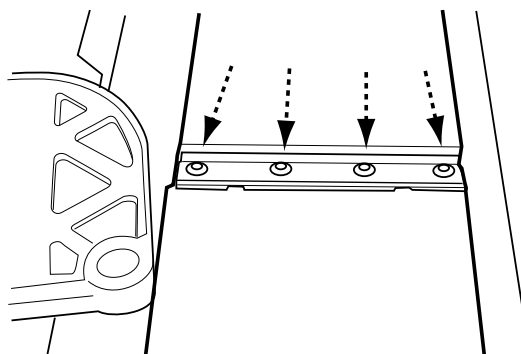

FIGURE 8
6. Desserrer les quatre vis fixant la barre de serrage au porte-outil. Voir Figure 8.